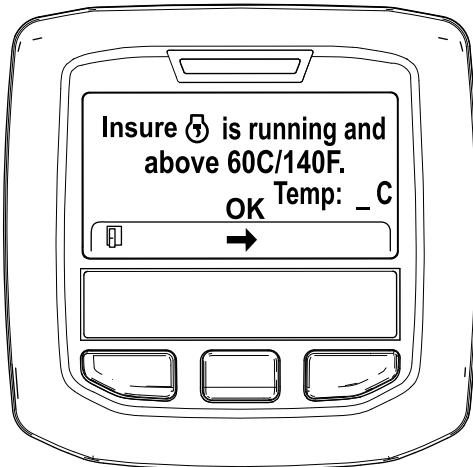

Bild 42
5. Wenn die Kühlmitteltemperatur unter 60°C liegt, wird die Meldung „Insure is running and above 60C/140F“ angezeigt (Bild 42).